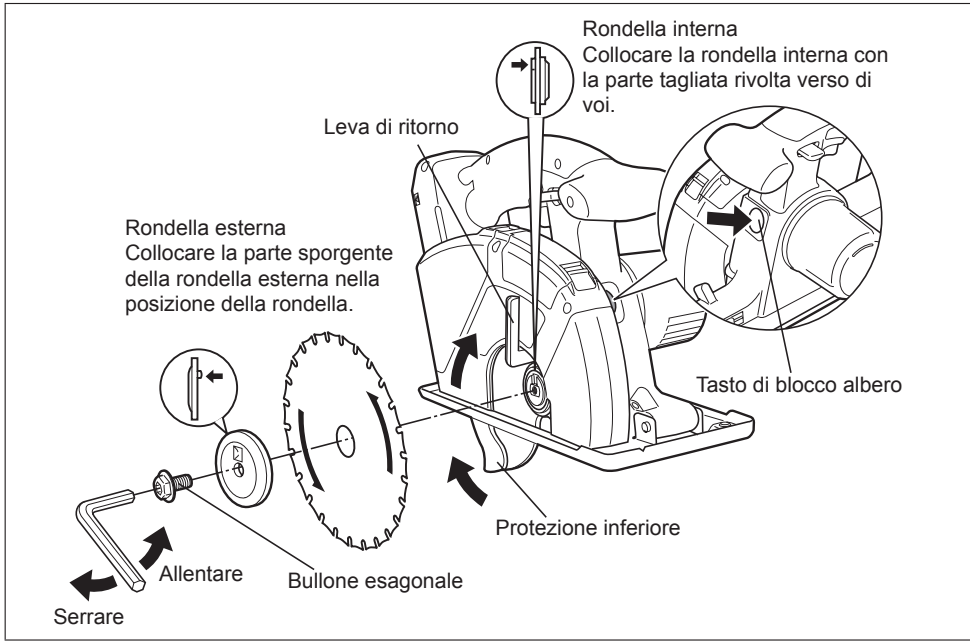

Fig. 4
Assicurarsi che il bullone esagonale sia ben serrato. [Fig.4]
- Installare la lama seguendo l'illustrazione qui sopra. [Fig.4]